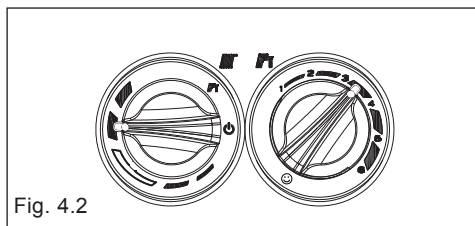

Fig. 4.2
**Inverno:** ruotando il selettore di funzione all'interno della zona divisa in segmenti (fig. 4.2) la caldaia fornisce acqua calda sanitaria e riscaldamento.
Per regolare la temperatura dell'acqua di riscaldamento, ruotare la manopola con il simbolo “” (fig. 4.2) all'interno della zona divisa in segmenti.